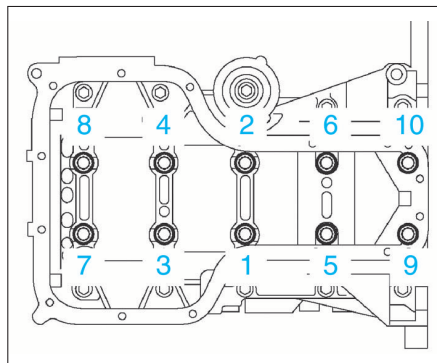

FIG. 71
- reposer et serrer, par passes successives, les vis intérieures de chapeaux de palier de vilebrequin dans l'ordre indiqué (fig. 71). Puis les 10 vis extérieures.